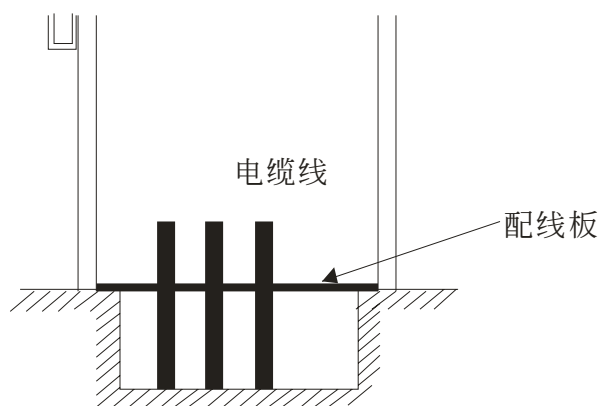

图 2-3
- (B) 要避免冷却空气经由电缆沟槽通过底板进入机柜内。为了确保机柜的防护等级, 请使用台达配线板。若客户自配的电柜进出板, 请务必注意防护等级, 并符合防火及 EMC 要求, 如因客户自配的电柜进出板, 造成机柜损坏, 需自负所需维修费用, 如图 2-3 所示。